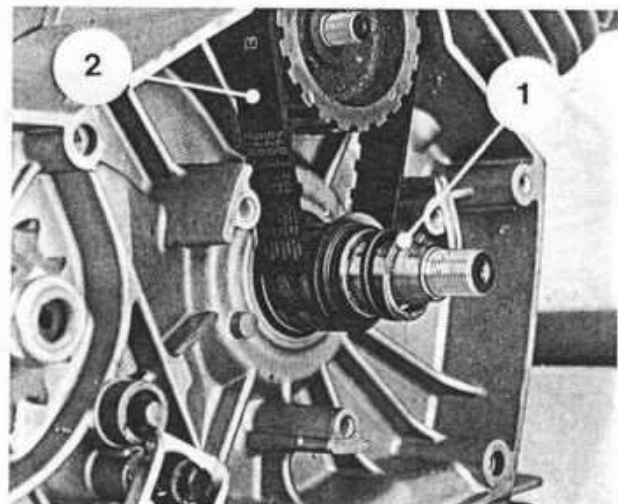

Fig. 113
Sfilare dall'albero motore la corta molla cilindrica (posta tra il rotore del generatore ed il rocchetto della cinghietta dentata) (1) (Fig. 113).
Slide the coil spring (placed between generator rotor and toothed belt pulley) off the crankshaft (1) (Fig. 113).